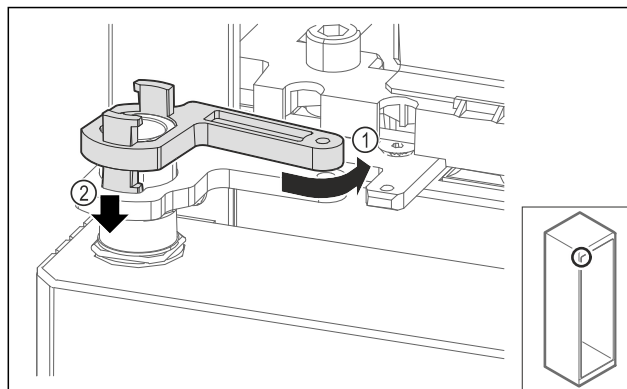

Fig. 71
- ▶ Obrnite zapiralni ležajni podstavek Fig. 71 (1) narahlo nazaj, ga potisnite navzdol Fig. 71 (2) in zaklenite v kotnik tečaja.